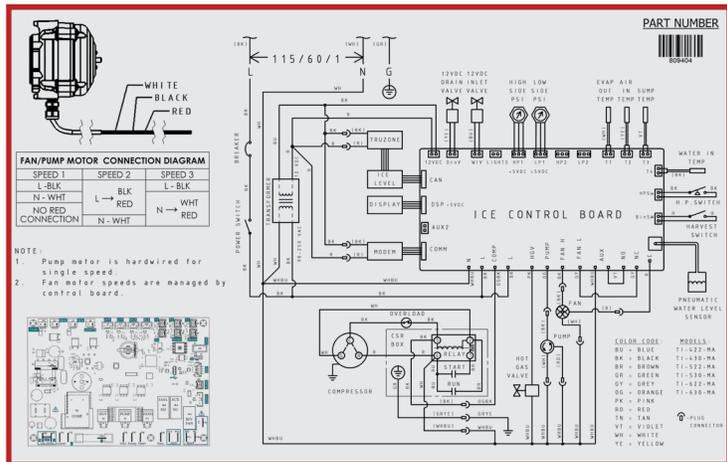

Fig. 1 Lo schema di cablaggio è ubicato sotto il pannello superiore.
- Vedere lo schema di cablaggio sotto il pannello superiore come mostrato nella fig. 1. Per accedere, vedere "Rimozione del pannello" (pag. 31).